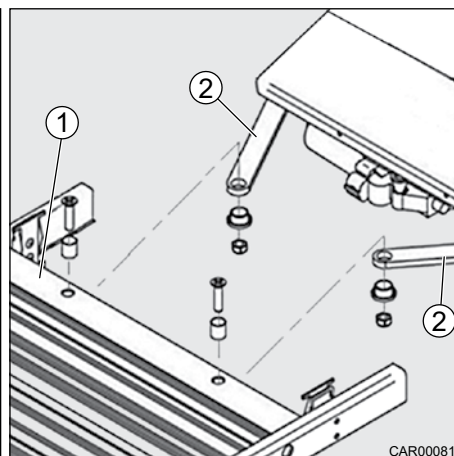

Fig. 183 Déverrouillage de secours
2. Desserrer la marche (Fig. 183, pos. 1) des tiges d'entraînement (Fig. 183, pos. 2) avec une clé n°10.